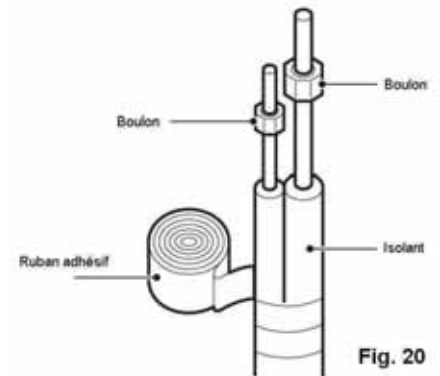

Fig. 20
- Avant de réaliser les raccords du tuyau, il est indispensable d'isoler ce dernier et de placer ensuite les boulons sur le tuyau (Fig. 20).
- Utiliser une enveloppe isolante en matériau plastique expansé à cellules fermées imperméable aux vapeurs d'eau et d'une épaisseur non inférieure à 9 mm (Fig. 20).